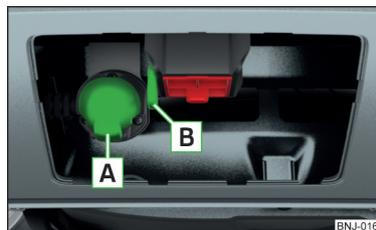

Fig. 141
- Enfichez le connecteur du câble d'attelage dans la prise à 13 broches **[A]** » fig. 141.
- Décrochez le câble de ridelle d'attelage de la remorque à l'œillet de fixation **[B]** » fig. 141.